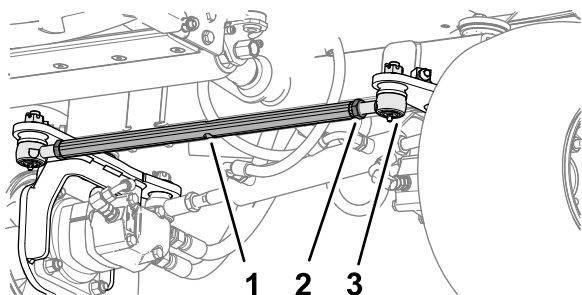

Figura 75
1. En la parte delantera de la rueda trasera, afloje las 2 tuercas autoblocantes que fijan el conjunto de varilla de acoplamiento al extremo de la varilla (Figura 75).
2. Alinee las ruedas girando la varilla de acoplamiento (Figura 75).
5. Apriete las 2 tuercas autoblocantes para fijar el conjunto de varilla de acoplamiento y los extremos de la varilla (Figura 75).